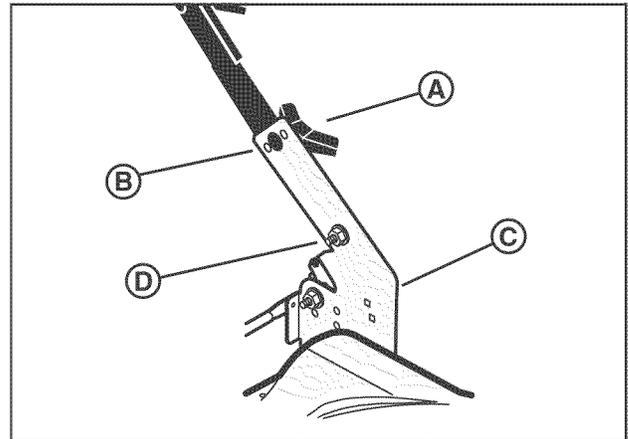

Figura 4: Retirada de los aditamentos de ajuste del mango
1. Retire las tuercas de alas (A, Figura 4), las arandelas (no mostradas) y los pernos (B) de las abrazaderas izquierda y derecha del mango (C).
*NOTA:* No retire el juego inferior de aditamentos del mango (D).